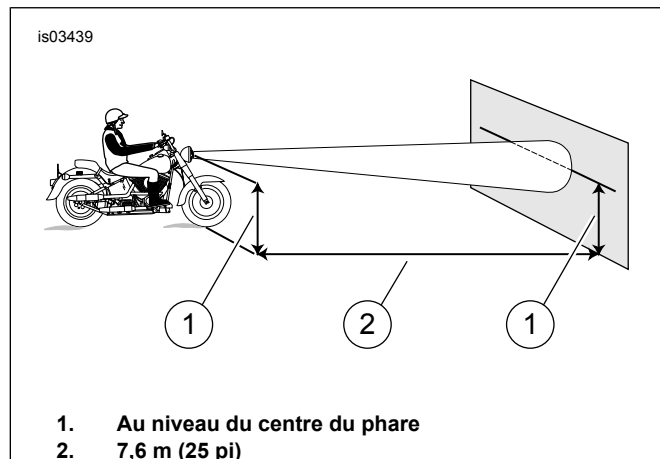

Figure 7. Réglage du phare
3. Voir Figure 7. Placer la moto à 7,6 m (25 pi) d'un mur/d'un écran. Mesurer la distance entre un point juste au-dessous de l'axe avant et la base du mur ou de l'écran.